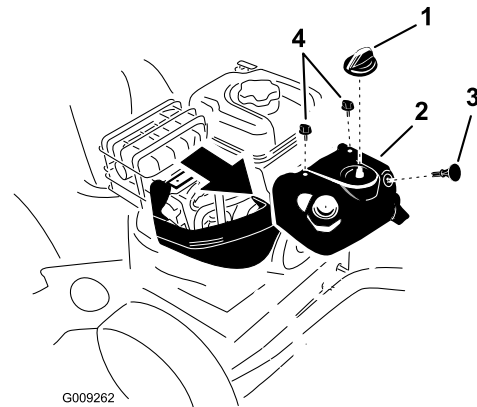

Bild 44
Hinweis: Nehmen Sie die obere Schneeabdeckung ab, um an die Zündkerze zu gelangen (Bild 44).
1. Nehmen Sie das Handrad des Chokes und den Zündschlüssel ab (Bild 44).
2. Nehmen Sie die zwei Schrauben ab, mit denen die obere Schneeabdeckung an der Schneefräse befestigt ist (Bild 44).